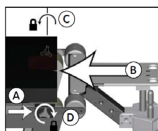

図 S1
(1) 組立て
- 2S 手術台のレールにレールクランプを取り付ける（図 S1-A）。
- 3S 手術台の端に接触するまでテーブルエクステンションをレールクランプに挿入し、（図 S1-B）、レールクランプのノブを締める（図 S1-C と D）。